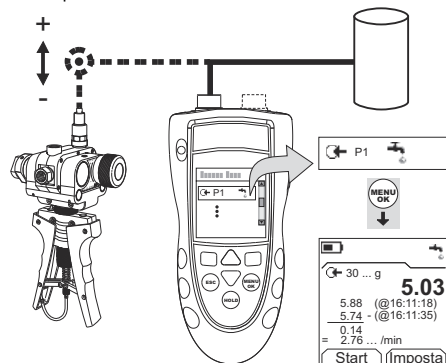

Figura 3: Esempio configurazione – Prova di perdita
- Collegare lo strumento (Figura 3) e, se necessario, modificarne il Setup (Tabella 1).